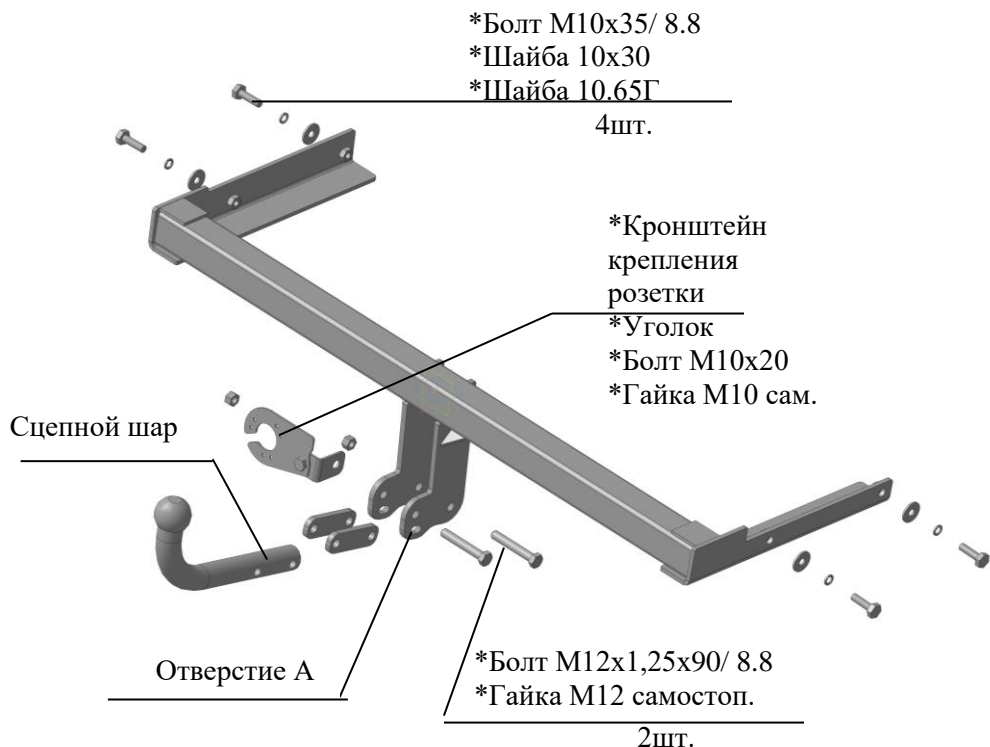

Рис.1 Тягово-сцепное устройство ТСУ 9131.
2.1 ТСУ 9131 в сборе (рис.1)	1 шт.
2.2 Пакет с комплектующими (см. рис.1)	1 шт.
4.6 Установить сцепной шар и кронштейн крепления розетки (предварительно собрав кронштейн, как показано на рис.1), используя болты М12х1,25х90 и гайки самостопорящиеся.